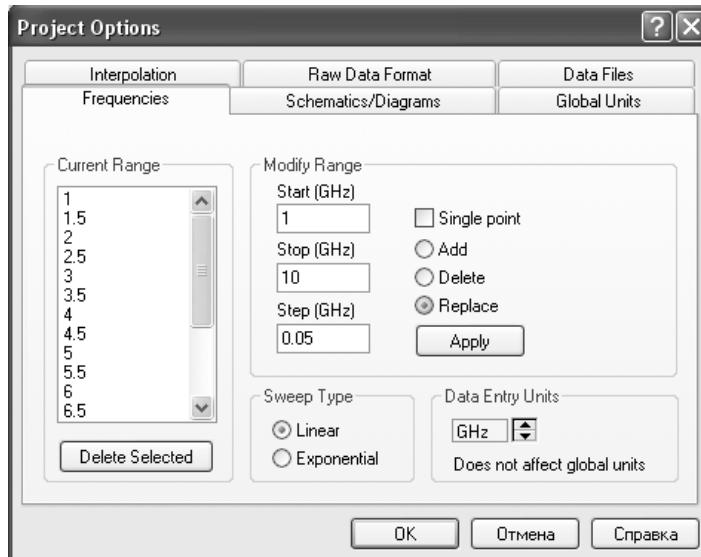

Рис. 2.4
- 2.3. Откройте вкладку **Frequencies**. Введите **1** в поле **Start**, **10** в поле **Stop**, **0,05** в поле **Step**. Отметьте **Replace** и нажмите **Apply**. Диапазон частот отображается в окне списка **CurrentRange**, как показано на рис. 2.4.